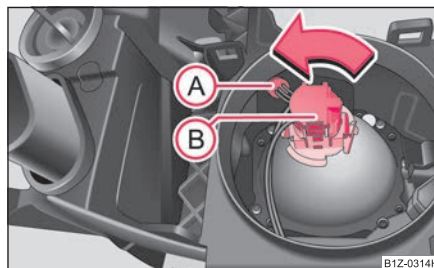

Fig. 243 Desmontaje de las lámparas para la luz de posición y de cruce
- Retirar el portalámparas (A) ⇒ fig. 243.
- Girar el conector junto con la bombilla (B) hacia la izquierda, hasta la tope, y retirarlo ⇒ página 270, fig. 243.